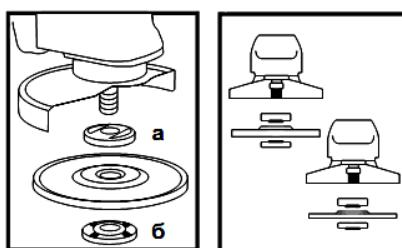

Рисунок 2
4.4 Встановіть на виріб абразивний шліфувальний або відрізний круг. Для цього натисніть на кнопку фіксації шпинделя (1) і поверніть шпиндель до фіксації. За допомогою вилочного ключа з комплекту виробу відверніть і зніміть затискну гайку (б) (див. рис. 2). Встановіть шліфувальний диск на посадкове місце фланцевої шайби (а), (рис. 2), накрутіть затискну гайку на шпиндель і затягніть її ключем з комплекту виробу.